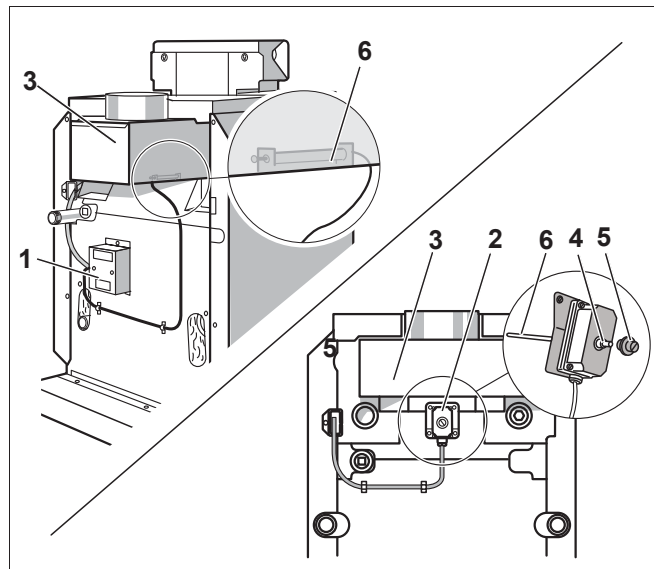

Рис. 6 Системы контроля дымовых газов
- Если имеется теплотребность, система контроля дымовых газов AW 50 (рис. 6, **поз. 1**) через несколько минут вновь автоматически запускает горелку.
- На системе контроля дымовых газов AW 10 (рис. 6, **поз. 2**) примерно через две минуты снимите защитный колпачок (рис. 6, **поз. 5**) и нажмите разблокировочный штифт (рис. 6, **поз. 4**).